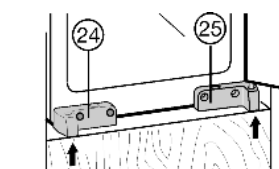

Fig. 12
- ▶ Vyrovnání přístroje v hloubce: Přední hranu stojanu ložiska Fig. 12 (24), stojanu ložiska Fig. 12 (25) a upevňovacího úhelníku Fig. 12 (22) vyrovnajte do roviny s přední hranou dna skříňky a boční stěny skříňky.